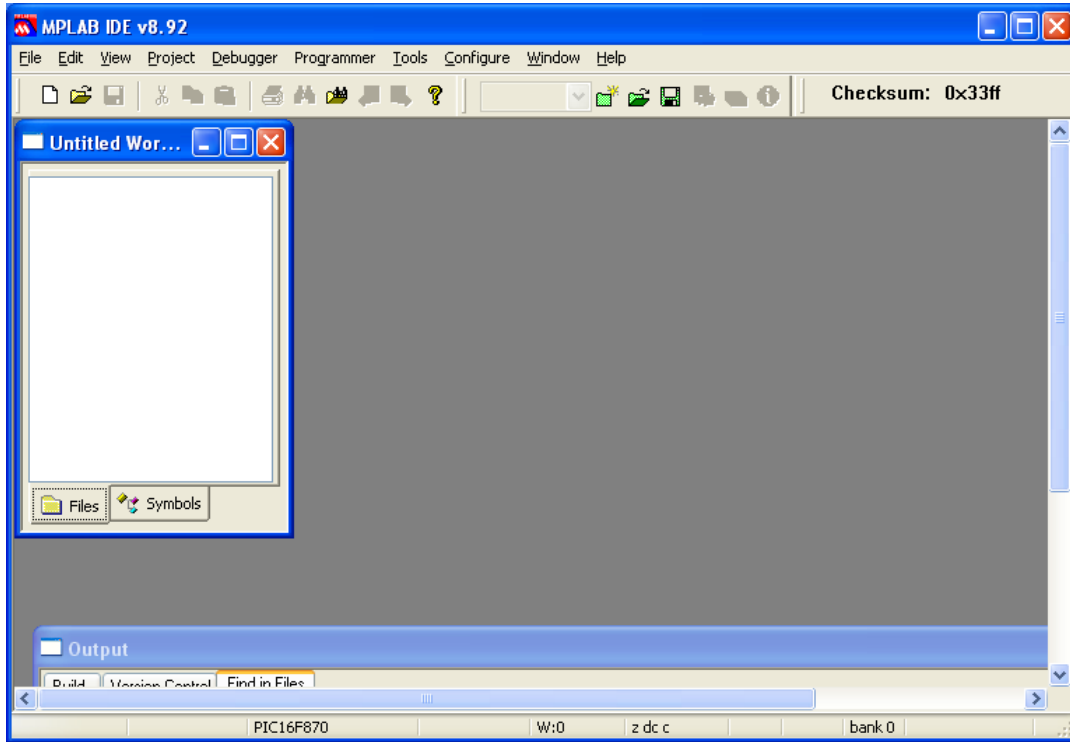

Рис. 3. Середовище MPLAB IDE
1. Відкрити MPLAB IDE. Повинно відкритися вікно аналогічне зображеному на рис. 3.